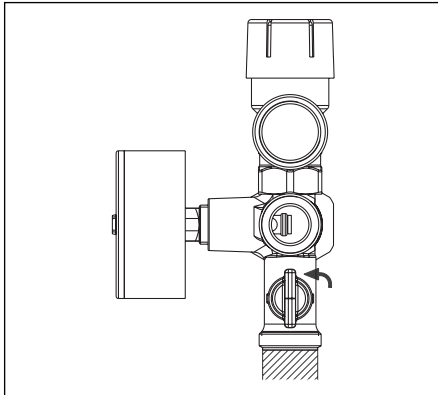

Abb. 6.17 Entleerungskugelhahn Sicherheitsgruppe
- Öffnen Sie den Kugelhahn an der Sicherheitsgruppe mit einer 90°-Drehung nach links (senkrechte Position, Abb. 6.17).